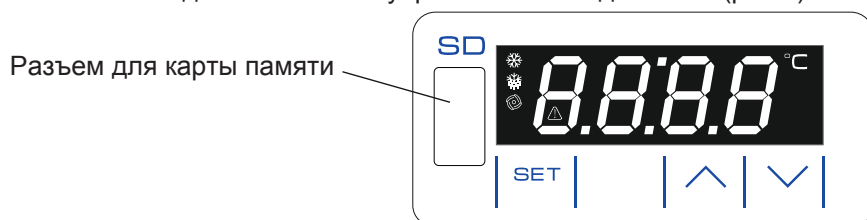

Рис. 2 Блок управления БУ-М01
7.2.1 Блок управления БУ-М01 обеспечивает: поддержание температурного режима в камере, индикацию температуры, включение звуковой сигнализации при выходе температуры в камере за установленные пределы и отключении электропитания, автоматическое отключение вентилятора при открытой двери холодильника. Блок управления БУ-М01 комплектуется картой памяти объемом 2Гб (установлена в блок управления) для записи показаний в энергонезависимую память в формате ".txt" каждые 5 минут (данный интервал времени установлен на предприятии - изготовителе и может быть изменен потребителем от 1 раза в минуту до 1 раза в час) и аккумуляторными элементами питания, которые обеспечивают запись температурных параметров в отсутствие электропитания в течении 24 часов. В основном рабочем режиме, на дисплее отображается текущая температура в холодильной камере и символы (охлаждения, нагревания, вентиляции, °C). Одновременно с этим происходит сохранение информации во внутренней памяти блока управления о текущей температуре, с заданным интервалом времени. При переполнении внутренней памяти, происходит перезапись наиболее старых значений новыми. Датчик температуры размещается внутри камеры холодильника. Органы управления выведены на панель управления холодильника (рис.2):